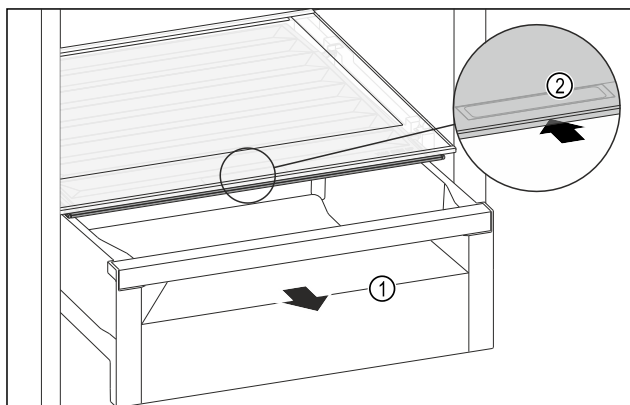

Fig. 156
- ▶ Træk skuffen Fig. 156 (1) ud.
- ▶ Tag fat i grebsforsænkningen Fig. 156 (2) i bokslåget, og skub samtidigt bokslåget tilbage.